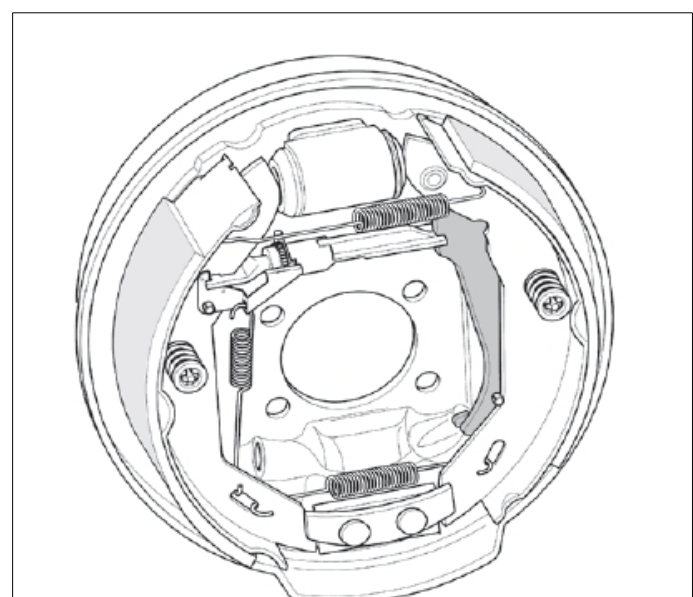

Fig. 1
- **Tipo 1:** leva del freno a mano nella parte posteriore, con comando aperto per il cavo del freno a mano (Fig. 1)
### MONTAGGIO tipo 1 (Fig. 1)